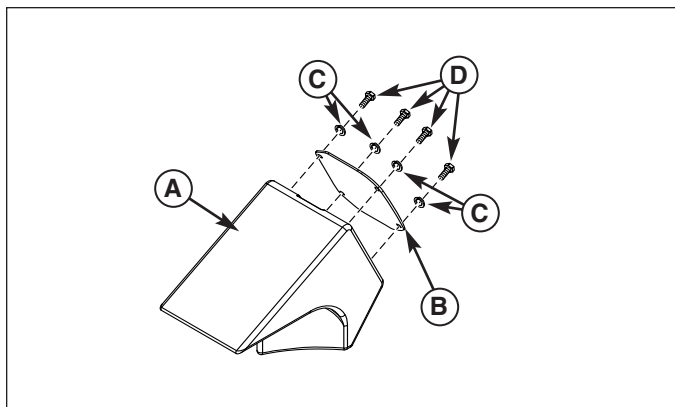

Figura 12. Installazione del punto di attacco di pacciamatura
1. Fissare la piastra (B, Figura 12) al punto di attacco di pacciamatura (A) con viti da 1/4-20 x 3/4 (D) e rondelle da 1/4 (C).